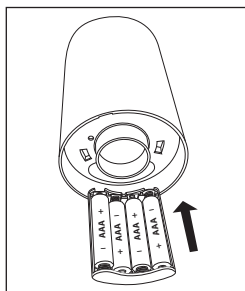

Rys. 2
7. Załóż ponownie pokrywkę wnętrza na baterie 13 i obróć ją w prawo, w kierunku **lock** , aż pokrywka wnętrza na baterie 13 słyszalnie się zatrzaśnie (patrz rys. 2). Należy przy tym zwrócić uwagę na wycięcia znajdujące się po wewnętrznej stronie urządzenia głównego 7.